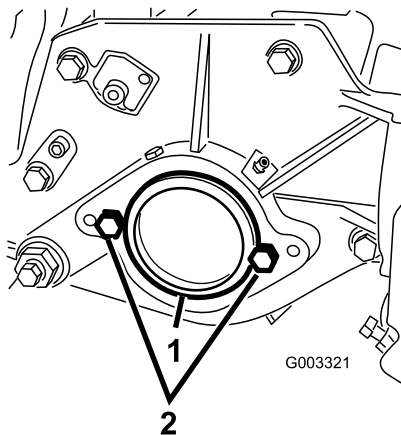

Рисунок 7
- На правой стороне режущего блока снимите пластиковую заглушку с корпуса подшипника (Рисунок 7).
- Выверните 2 колпачковых винта из правой боковой пластины (Рисунок 7).
- Установите, не затягивая, 2 монтажных винта двигателя барабана в левую боковую пластину режущего блока (Рисунок 7).